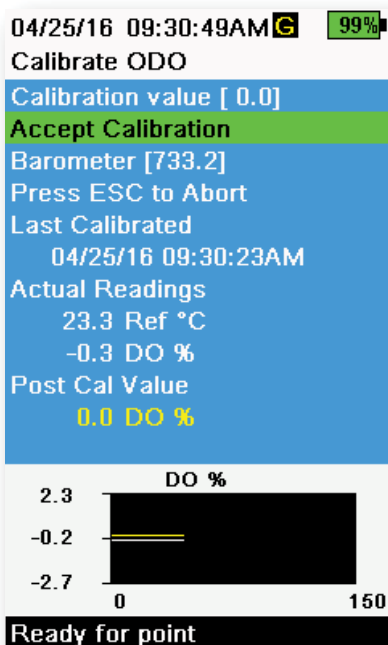

图 53 ODO 零点校准
3. 观察实际测量读数是否稳定（图表上的白线 40 秒内没有明显变化），然后选择 **Accept Calibration (接受校准)**（图 53）。然后消息区域将显示“校准成功！”